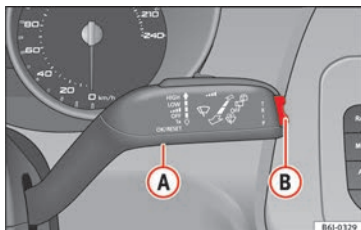

Fig. 74 Levier d'essuie-glace : touche (A) et touche basculante (B).
- Après avoir mis le contact d'allumage, appuyez brièvement sur la touche » fig. 74 (A) du levier d'essuie-glace pour passer d'une mémoire à l'autre.
Sur l'indicateur multifonction (MFA), actionnez la commande à bascule » fig. 74 (B) du levier d'essuie-glace pour faire défiler les indications suivantes :
Quand vous circulez à la vitesse souhaitée, entrez dans le menu en mode « Avertissement de vitesse » et appuyez sur la touche » **fig. 74**  **RESET**. La vitesse indiquée est alors mémorisée. Si à un moment donné vous dépassez la vitesse indiquée, un aver-
Il peut être désactivé en appuyant sur la touche **RESET**. La vitesse peut être modifiée avec la touche basculante » **fig. 74**  par tranche de 5 km/h, dans les 5 secondes suivant la mémorisation initiale.